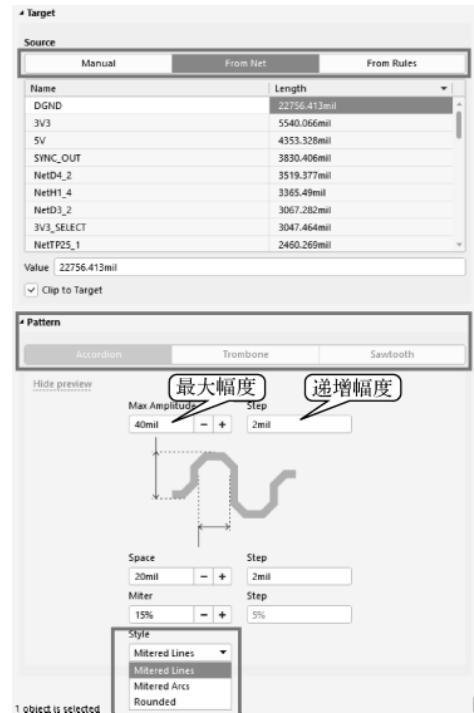

图 10-105 单端蛇形线参数设置
(1) 在 Altium Designer 中, 等长绕线之前建议完成 PCB 的连通, 并且建立好相对应的总线网络类, 因为等长是在既有的走线上进行绕线的, 不是一开始就走成蛇形线, 等长的时候也是基于一个总线里面以最长的那条线为目标线进行长度的等长。
(2) 执行菜单命令“布线-网络等长调节”(快捷键“UR”), 激活等长命令, 单击需要等长的走线, 并按“Tab”键调出等长参数设置窗口, 如图 10-105 所示。
- ① Target: 提供 3 种目标线长设置。